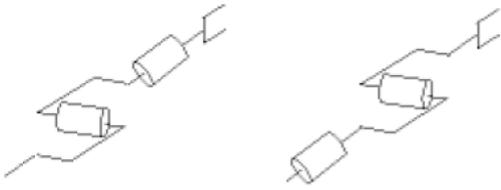

**Figure 1 :** Les 12 morphologies possibles de porteur (3 DDL).
Sont schématisées dans la Figure 1 ci-dessous, les 12 morphologies possibles de porteur. Ces morphologies sont non redondantes. On élimine *a priori* les structures limitant les mouvements du porteur à des déplacements linéaires ou planaires : à savoir, 3 articulations prismatiques d'axes parallèles ou 3 articulations rotoïdes d'axes parallèles.
- Les *porteurs anthropomorphes* (RRR), et plus précisément la première structure de cette classe (cf. la Figure 1), comme par exemple dans les robots M-20 (FANUC), RX et TX (Stäubli), IRB (ABB), Puma (Unimation) et KR5 (KUKA).